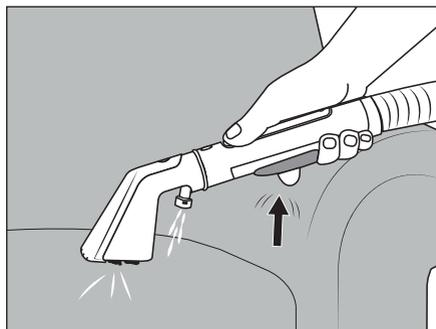

Fig. 6
(1) Veillez à ce que les orifices d'aspiration 28/31 de l'embout meubles 22 ou de l'embout plat 29 ne soient pas obstrués par des objets traînant à terre, des peluches, cheveux ou autres lors du fonctionnement de l'appareil. Cela peut causer l'endommagement de l'embout meubles 22 ou de l'embout plat 29 qui ne fonctionnent alors plus correctement. (2) Vérifiez, avant le nettoyage de tissus d'ameublement/de tapis/moquettes, les instructions d'entretien particulières sur l'étiquette du fabricant. L'appareil ne convient pas aux textiles fragiles (p. ex., soie, cuir, flokati, etc.). (3) Lorsque vous utilisez des produits de nettoyage (nettoyant vinaigre et produit de nettoyage pour tissus d'ameublement), testez toujours le nettoyage avec l'appareil à un endroit discret afin de vous assurer de la tenue des couleurs. (4) Avant l'utilisation, l'appareil doit toujours être correctement monté et le réservoir d'eau propre 2 doit être rempli. (5) Éteignez l'appareil avant d'intervir l'embout meubles 22 et l'embout plat 29. (6) Si le réservoir d'eau sale 7 est plein, le flotteur 6 ferme l'orifice d'aspiration et l'appareil fonctionne à un régime plus élevé. Éteignez immédiatement l'appareil (voir chapitre **Nettoyer le réservoir d'eau sale**).
- ◆ Tenez l'embout meubles 22 2 à 3 cm au-dessus de la zone à nettoyer et actionnez la touche de pulvérisation 20 pour appliquer l'eau/la solution nettoyante avec l'embout pulvérisateur 26 (voir fig. 6).